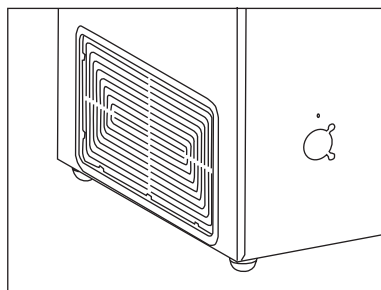

fig. 3
**VIGTIGT!** Der skal være fri adgang til ventilationsristen (fig. 3)..